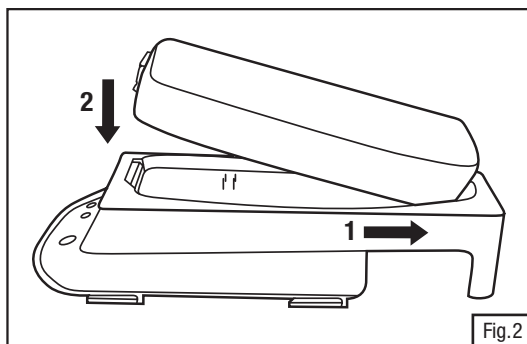
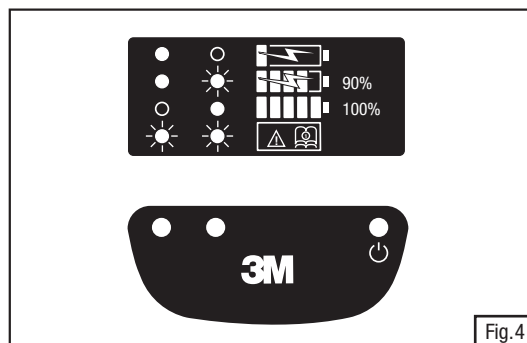

Fig.2
Fig.4
4. Charge de la pile : S'assurer que les contacts électriques dorés de la pile et du chargeur de pile sont propres et exempts de débris. Insérer le bloc-piles dans le support de charge TR-640 3M^{MC} en en faisant tout d'abord glisser l'arrière. Appuyer sur l'avant du bloc-piles pour l'enclencher en place (Fig. 2). La charge débute. Consulter la Fig. 4 et le tableau 1 de la section « Spécifications » des présentes *directives d'utilisation* pour obtenir la liste des affichages à DEL du chargeur et leur signification ainsi que les temps de charge du bloc-piles.